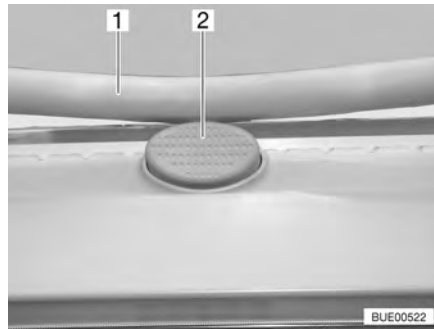

Bild 60 Låsknapp på Heki-takluckan
- Tryck på låsknappen (Bild 60,2) och dra ner bygeln (Bild 60,1) med båda händerna.
- Tryck bygeln uppåt med båda händerna tills bygeln ligger ovanför låsknappen (Bild 60,2).